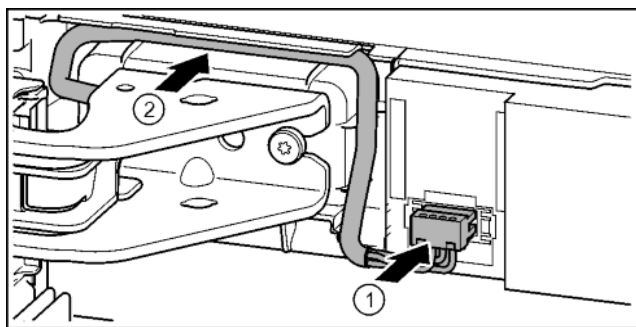

Fig. 33
- ▶ Зафиксировать штекер над верхним опорным кронштейном и осторожно уложить жилы кабеля в канал. Fig. 33 (1)
- ▶ Осторожно проложить серый кабель в направляющей над верхним опорным кронштейном. Fig. 33 (2)